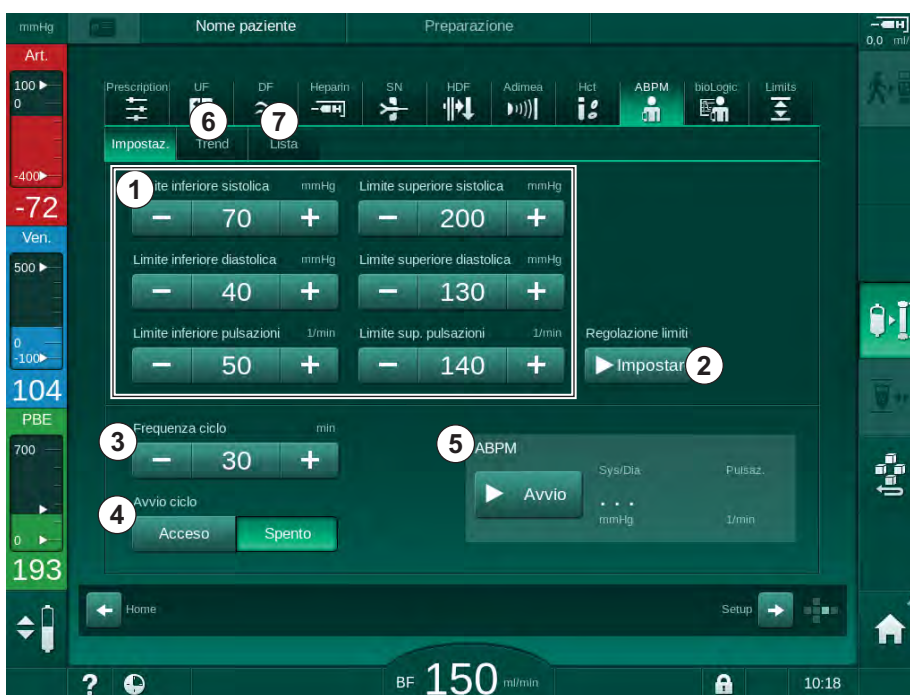

Fig. 11-5 Impostazioni ABPM nella videata *Dati terapia*
2. Per adattare i limiti di allarme ai valori prossimi alla pressione arteriosa misurata toccare *Adattamento dei limiti, Imposta* (Fig. 11-5 , ② ).
1. Per attivare/disattivare le misurazioni cicliche con la frequenza di misurazione impostata, selezionare *Attivazione Avvio Ciclo*, ON (Fig. 11-5, ④).
2. Per impostare la frequenza di misurazione, selezionare *Frequenza ciclo* ③. Possibile intervallo: da 1 a 60 minuti.
- o Toccare *Avvio* nella casella *Impostazioni ABPM* della videata *Dati terapia* (Fig. 11-5 Impostazioni ABPM nella videata Dati terapia (265), ⑤ ).